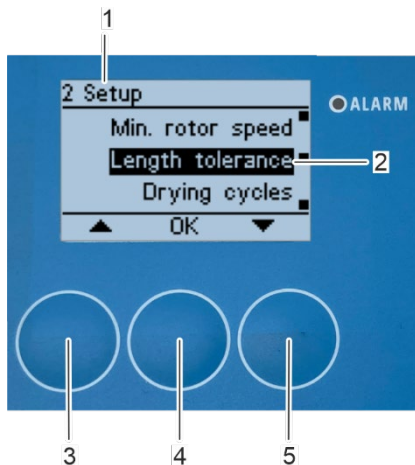

Figura 133: Abrir el submenú «Tolerancia de longitud»
⇒ Entonces volverá a aparecer en pantalla el submenú «2 Ajustes» (Figura 133/1).
1. Seleccione el submenú «Tolerancia de longitud» (Figura 133/2) mediante los botones de flecha [arriba] (Figura 133/3) y [abajo] (Figura 133/5) dentro del submenú «2 Ajustes».
2. Confirme la selección pulsando [Aceptar] (Figura 133/4).